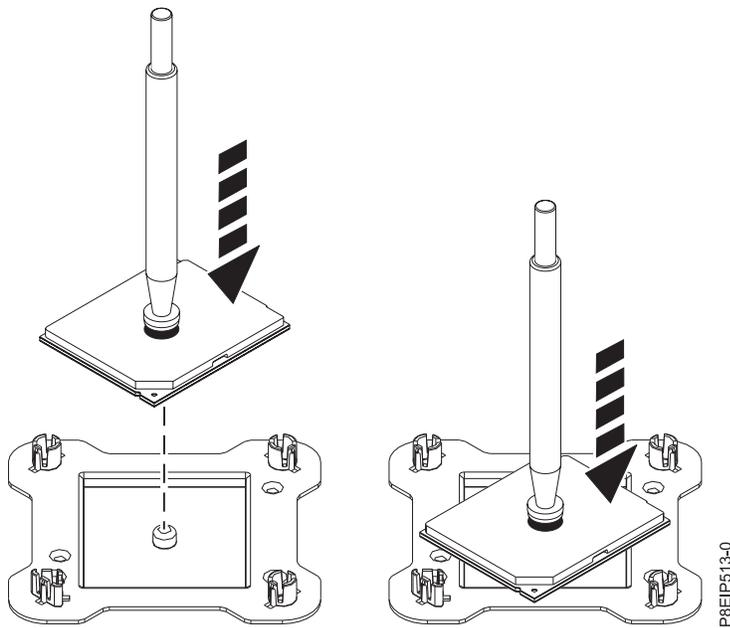

Figura 51. Colocando o processador em ângulo na tampa superior do pacote
9. Segurando a pinça a vácuo, levante a pinça e o módulo de processador do sistema do soquete. Coloque-os em ângulo na tampa superior do pacote do módulo de processador do sistema conforme mostrado na Figura 51 na página 51. Colocar o módulo de processador do sistema em ângulo na tampa superior do pacote do módulo de processador do sistema tornará mais fácil retirar e colocar no pacote depois de substituir o módulo de processador do sistema.